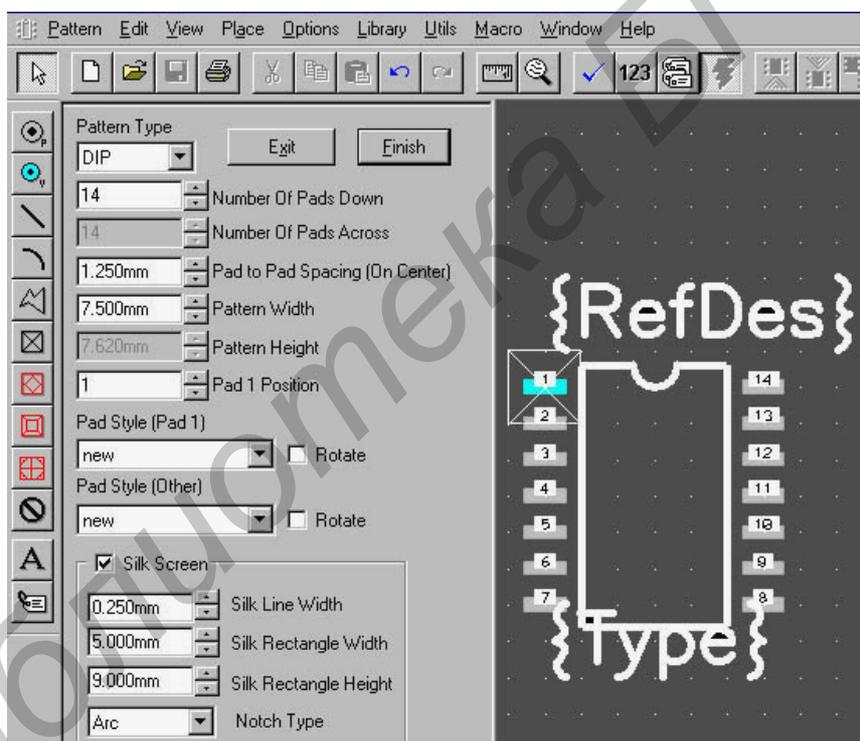

Рис. 1.11. Созданный корпус
5. Заполнить соответствующие поля (рис. 1.11):